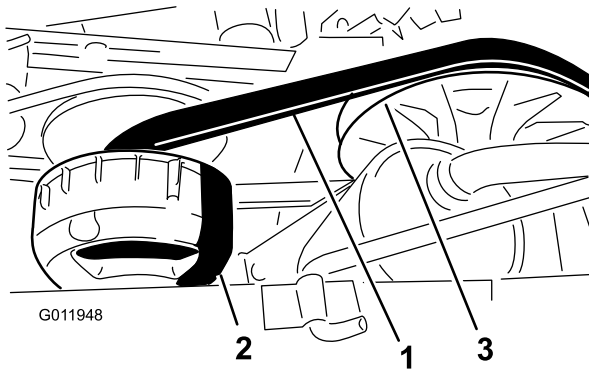

Figura 66
4. Haga girar la correa e inspecciónela (Figura 66) para asegurarse de que no está excesivamente desgastada o dañada.
3. Haga girar la correa y llévela sobre el embrague secundario (Figura 66).
4. Retire la correa del embrague primario (Figura 66).
5. Coloque la correa nueva sobre el embrague primario (Figura 66).
6. Haga girar la correa y llévela sobre el embrague secundario (Figura 66).